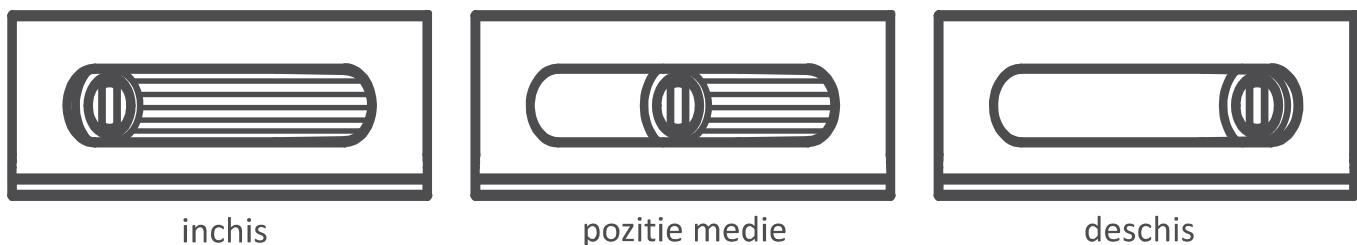

Fig. 4. Un exemplu de reglare a admisiei de aer proaspăt (tavita cenusar).
- maneta de reglare a amortizorului, prin ajustarea tirajului coșului de fum, (vezi fig. 4),